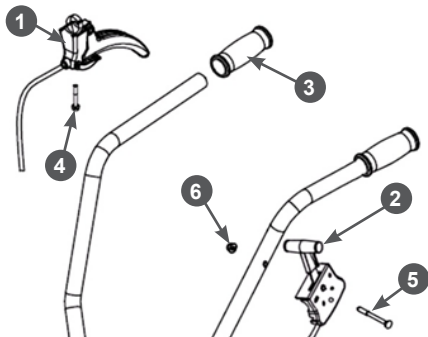

Рис. 8. Установка рычагов сцепления и газа
- Установите на рабочие рукоятки рычаг 1 сцепления и рычаг газа 2 (Рис. 8). Для установки рычага 1 сцепления выполните следующее: снимите с правой рабочей рукоятки резиновую ручку 3, наденьте рычаг на рукоятку, закрутите до упора винт 4, установите обратно на рукоятку резиновую ручку 3 (Рис. 8). Для установки рычага 2 газа выполните следующее: совместите отверстия в левой рабочей рукоятке и корпусе рычага 2 газа, вставьте в отверстие болт 5 и закрутите гайку 6 до упора (Рис. 8).